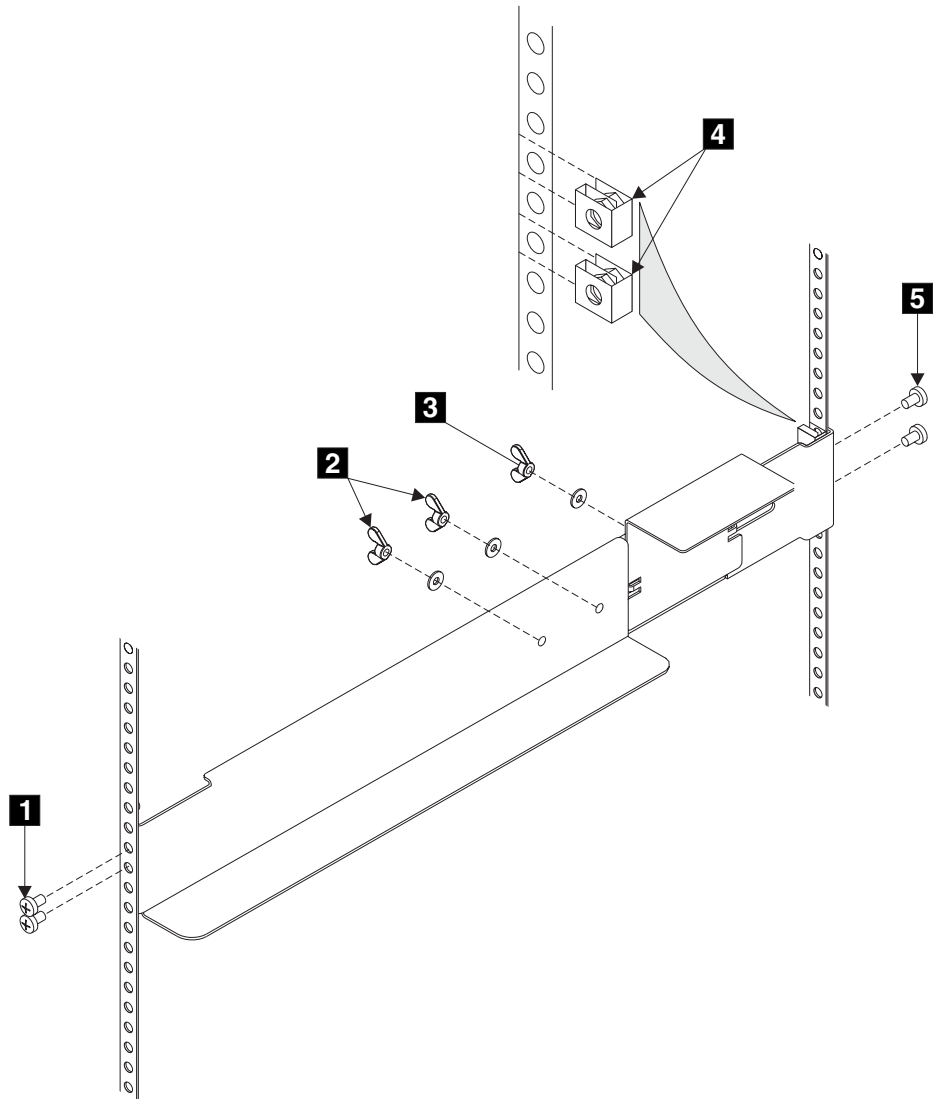

图 131. 将不间断电源的支持导轨安装到机架中
3. 在机架背面观察 EIA 位置并确定将在何处安装不间断电源（请参阅第 202 页的图 131）。不间断电源必须总是安装在机架中最低的可用位置上。唯一可以比不间断电源的位置低的设备是另一个不间断电源。